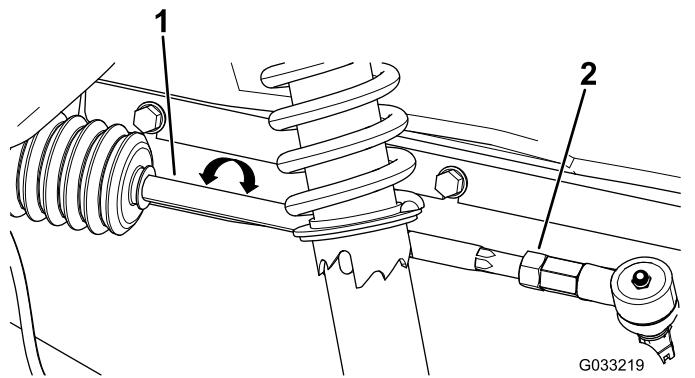

Рисунок 55
- Если измеренное значение выходит за пределы 0–6 мм, ослабьте контргайки с обоих концов тяг (Рисунок 55).